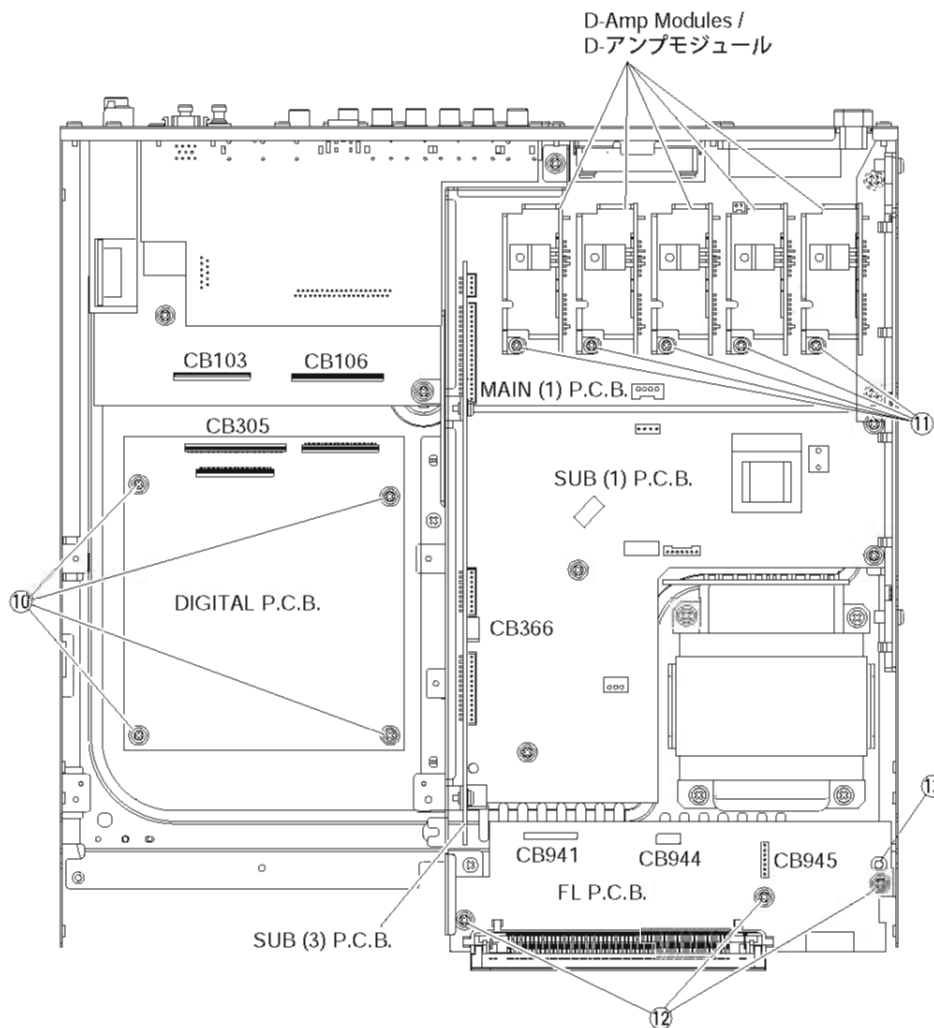

Fig. 6
- a. Disconnect the connectors CB305, CB103, CB106, CB366 and CB941 in Fig. 6.
- b. Remove 4 screws (⑩) and then remove the DIGITAL P.C.B. in Fig. 6.
- a. コネクターCB305、CB103、CB106、CB366、CB941を外します。(Fig. 6)
- b. ⑩のネジ4本を外し、DIGITAL P.C.B.を外します。(Fig. 6)
Remove 5 screws (⑪) and then remove the D-Amp Modules in Fig. 6.
- ⑪のネジ5本を外し、D-アンプモジュールを外します。(Fig. 6)
- a. Disconnect the connectors CB644 and CB945 in Fig. 6.
- b. Remove 3 screws (⑫) and 1 push rivet (⑬) and then remove the FL P.C.B. in Fig. 6.
- a. コネクターCB944、CB945を外します。(Fig. 6)
- b. ⑫のネジ3本、⑬のプッシュリベット1本を外し、FL P.C.B.を外します。(Fig. 6)